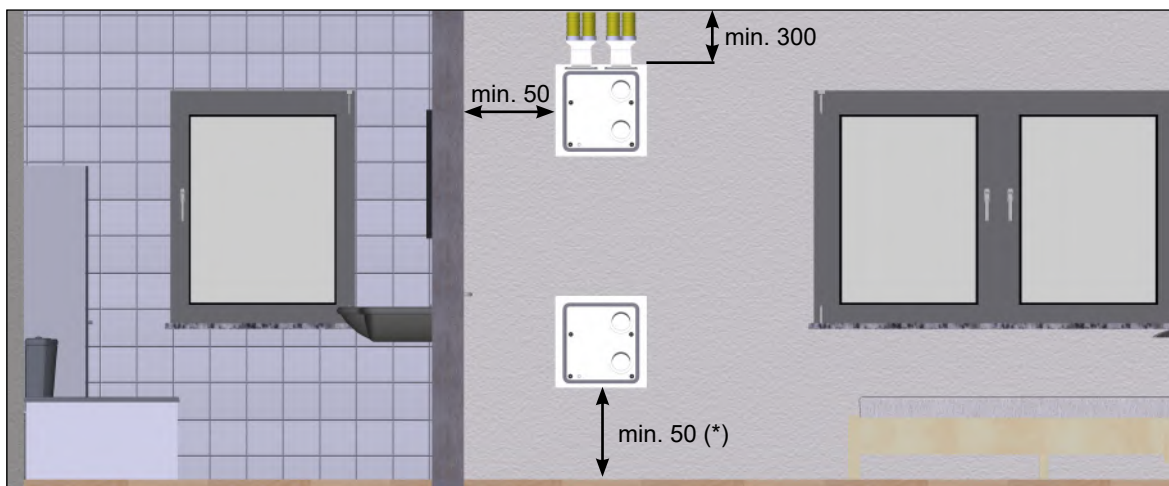
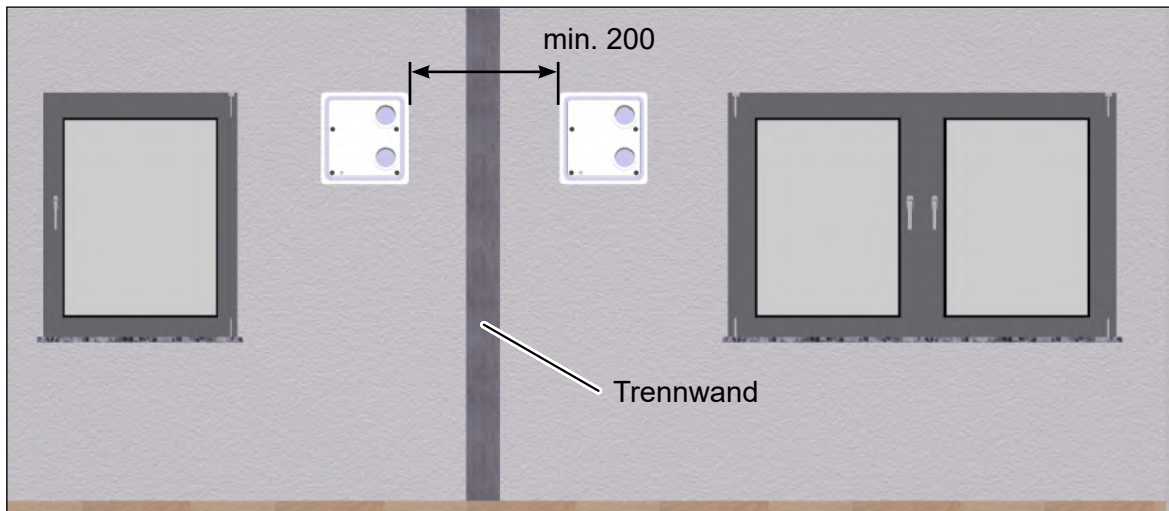

Abb. 6: Mindestabstände und Positioniermöglichkeiten des Montagesets M-WRG-M/MB-F, Maße in Millimeter (Darstellung mit Flexrohranschlüssen)
Abb. 7: Seitlicher Mindestabstand zwischen zwei Mauerkästen, Maße in Millimeter
— Das Montageset Unterputz (Mauerkasten) muss so installiert werden, dass die Öffnungen für den Flachkanal/Flexrohranschluss nach oben zeigen (siehe Abb. 6).
- ▶ Achten Sie auf folgende Mindestabstände (siehe Abb. 6 und Abb. 7):
- Der Abstand der seitlichen und unteren Mauerkastenkante zu angrenzenden Flächen sollte mindestens 50 mm (Ausnahme: bei Verwendung eines Kondensatanschlusses, siehe (*) in Abb. 6 auf Seite 10) betragen. Mit Einhaltung des Mindestabstands lässt sich das Lüftungsgerät leichter bedienen. Ebenso kann der Luftfilterwechsel ohne Beeinträchtigung durchgeführt werden.